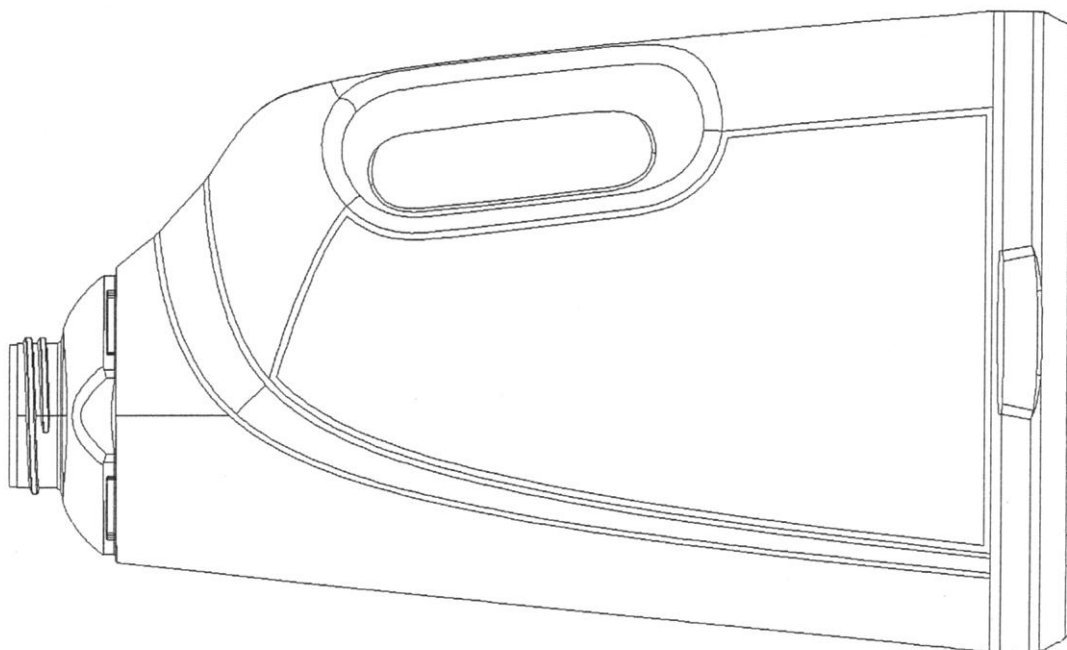

Fig. 2
- fig. 2 - odmianę 1 butelki w widoku z przodu,